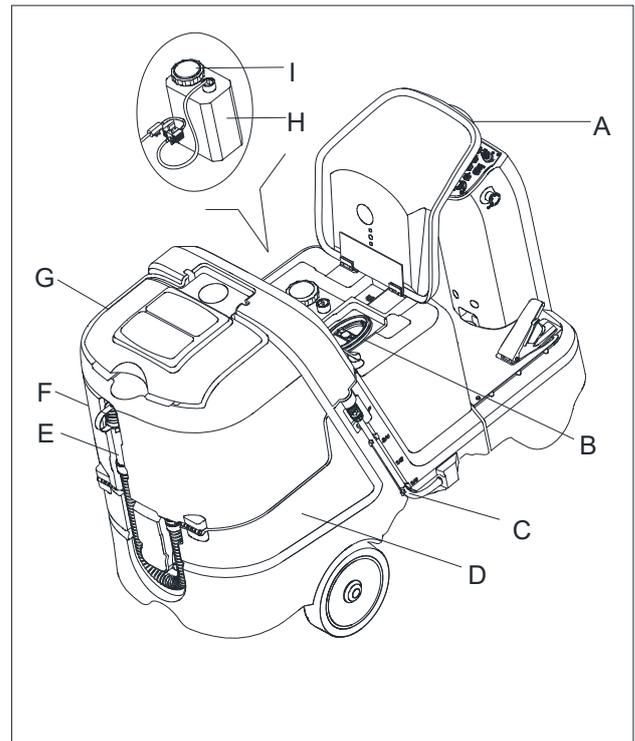

Abbildung 10
1. Sitz umdrehen (A, Abbildung 10).
2. (Für Maschinen ohne chemisches Mischsystem) Verwenden Sie den vorderen Einfüllstutzen (B, Abbildung 10) und/oder den hinteren Einfüllstutzen (C, Abbildung 10), um den Behälter (D, Abbildung 10) mit einem geeigneten Lösungsmittel für die durchzuführende Arbeit zu befüllen. Bis zur Referenzmarkierung "F" des Mengenüberprüfungsschlauchs (C, Abbildung 10) nachfüllen. Befolgen Sie immer die Verdünnungsanweisungen auf dem Etikett des chemischen Produktes, das benutzt wird, um die Lösung zuzubereiten. Die Temperatur der Lösung darf + 40 °F (+ 104 °C) nicht überschreiten.
- (Für Maschinen ohne chemisches Mischsystem) Verwenden Sie den vorderen Einfüllstutzen (D, Abbildung 10) und/oder den hinteren Einfüllstutzen (B, Abbildung 10), um den Behälter (C, Abbildung 10) mit einem geeigneten Lösungsmittel für die durchzuführende Arbeit zu befüllen Bis zur Referenzmarkierung "F" des Mengenüberprüfungsschlauchs (C, Abbildung 10) nachfüllen. Befolgen Sie immer die Verdünnungsanweisungen auf dem Etikett des chemischen Produktes, das benutzt wird, um die Lösung zuzubereiten. Die Temperatur der Lösung darf + 40 °F (+ 104 °C) nicht überschreiten.
- Öffnen Sie die Abdeckung (G, Abbildung 10) und prüfen Sie, ob der Schmutzwasserbehälter (F, Abbildung 10) leer ist, ansonsten entleeren Sie ihn mit dem Abflussschlauch (E, Abbildung 10).
- Drehen Sie vorsichtig den Schmutzwasserbehälter (F, Abbildung 10) um.
- Öffnen Sie die Kappe (I, Abbildung 10).
- Ersetzen oder befüllen Sie den Behälter (H, Abbildung 10) mit jeglichem Standard-Gallonenbehälter an Reinigungsmittel, das für die durchzuführende Arbeit (hochkonzentriertes Reinigungsmittel) geeignet ist. Den Reinigungsmitteltank nicht komplett befüllen, lassen Sie ein paar Zentimeter Freiraum zum Rand.
Um einen neuen Behälter zu installieren, bestimmen Sie die Kappengröße und wenn es die kleinere Kappengröße ist, entfernen Sie den Verringerungsadapter von der Schlauchkappe (I, Abbildung 10). Geben Sie den Saugschlauch in den Behälter (H, Abbildung 10). Drücken Sie fest und drehen Sie sie gleichzeitig die Kappe (I), um die Kappe wieder auf dem Behälter (H, Abbildung 10) zu befestigen. Im Falle eines neuen Systems, eines entleerten Systems für die Reinigung etc., warten Sie, bis sich die Schläuche aufgefüllt haben, bevor Sie das chemische Mischsystem starten.